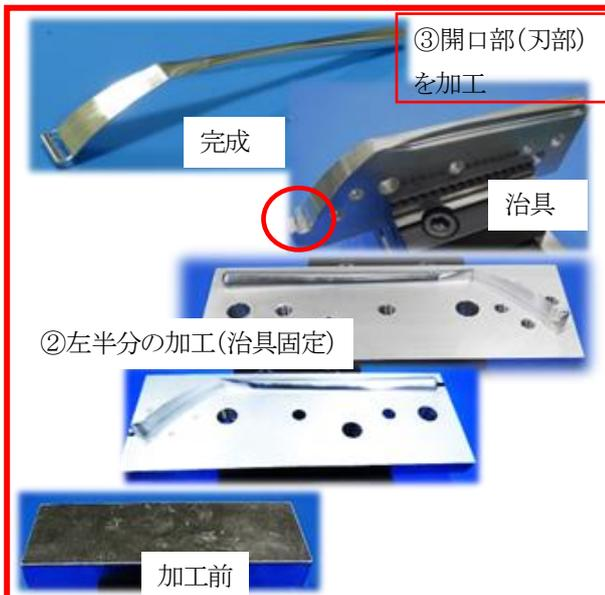

図4 切削加工の流れ
- ①右半分の加工→②左半分の加工→③開口部（刃部）の加工
- ②と③では、被削材をクランプする部分が無くなるため、製作した固定用の治具に装着し、クランプした（図4）。